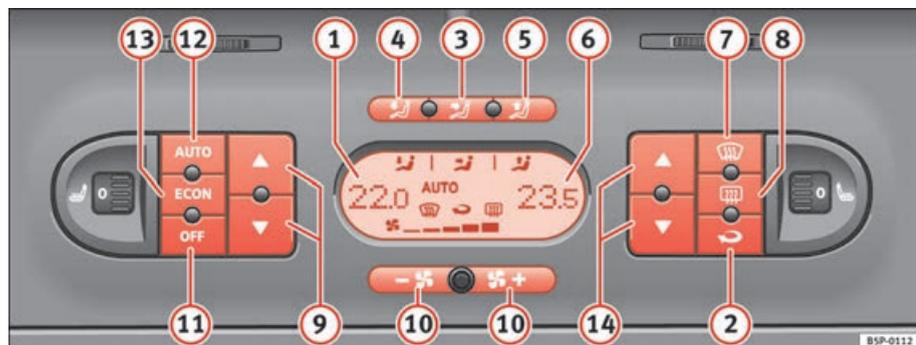

Fig. 133 Sur le tableau de bord : éléments de commande du Climatronic 2 zones
- Appuyez sur l'une des touches ⇒ page 168, fig. 133 ③ à ⑤, sur la touche (ECON) ou appuyez sur les touches de la soufflante ⑩ pour activer le mode manuel. Le symbole (AUTO) disparaîtra alors de l'affichage.
- Appuyez sur la touche  ⇒ page 168, fig. 133  pour activer ou désactiver le mode recyclage de l'air ambiant. Il est activé si vous voyez sur l'affichage le symbole .